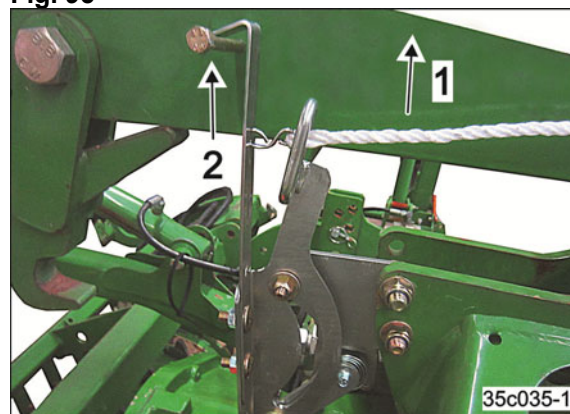

Fig. 96
11. Limitar la altura de elevación de la sembradora enganchando el perno (Fig. 96/2) en accionamiento necesario.